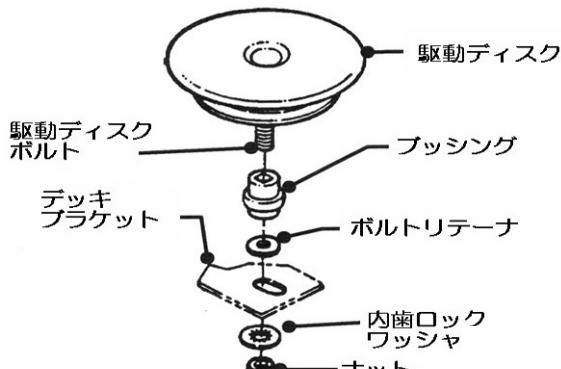

図6-15
- 駆動ディスクのねじの端部をマイナスドライバーで押えて、ナットと内歯ワッシャを取り外します。(図6-15)